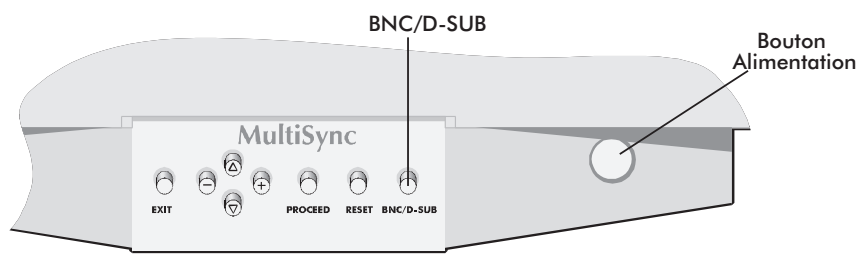

Figure E.1
5. Mettez le moniteur (Figure E.1) et votre ordinateur sous tension.
6. La configuration usine de votre moniteur est positionné sur le port Sub-D. Si vous utilisez un câble BNC, poussez le bouton Sub-D/BNC en face avant du moniteur (Figure E.1) pour une configuration sur le port BNC.